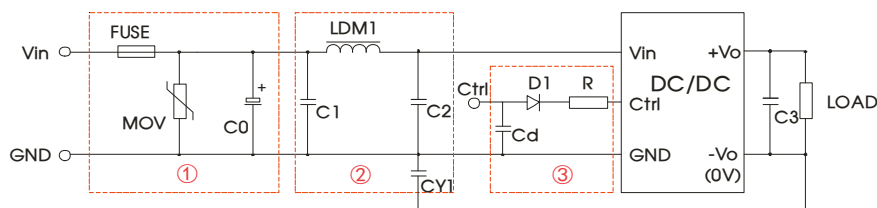

图 3
- ①图 3 中第①部分用于 EMS 测试; 第②部分用于 EMI 滤波, 可依据需求选择;
- ②VC 为 Ctrl 端相对于输入地 GND 的电压, VD 为 D1 的正向导通压降, IC 为流入 Ctrl 端的电流, 一般取 5-10mA, Ctrl 端外围电路如图 3-③;
- ③若图中元器件无附其参数说明, 则此型号外围中不需要这个元器件。